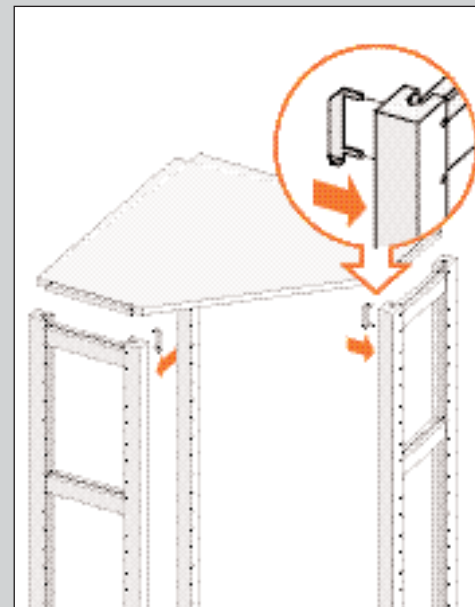

ABBILDUNG 54
3. Setzen Sie die Halterung vom Typ B in den rechten Ständer ein, und zwar in das Loch, in dem sich die Tragstifte befanden (siehe Abb. 54).
4. Setzen Sie die Halterung vom Typ C in den linken Ständer ein, und zwar in das Loch, in dem sich die Tragstifte befanden, und in das Loch darunter (siehe Abb. 54).